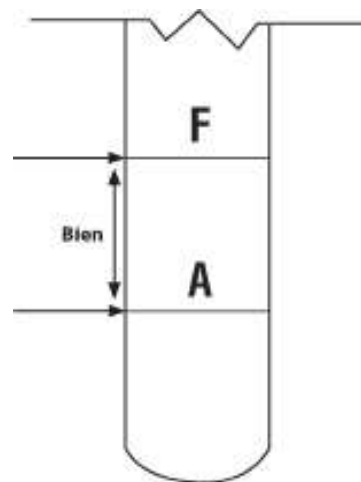

Figure 6-2
1. Enlevez la jauge et vérifiez le niveau. Voir la Fig. 6-2.
7. Retirez le tube de remplissage/la jauge d'huile à transmission du réservoir et versez LENTEMENT l'huile dans le réservoir. Remplissez le carter de transmission jusqu'à ce que le niveau d'huile atteigne la marque « plein » (« FULL ») sur la jauge. Voir la Fig. 6-2.